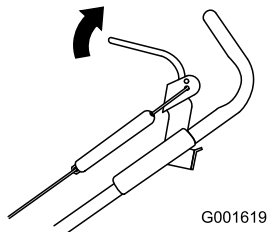

Figure 19
- Rapprochez la barre de commande du guidon pour tendre le câble (Figure 19).